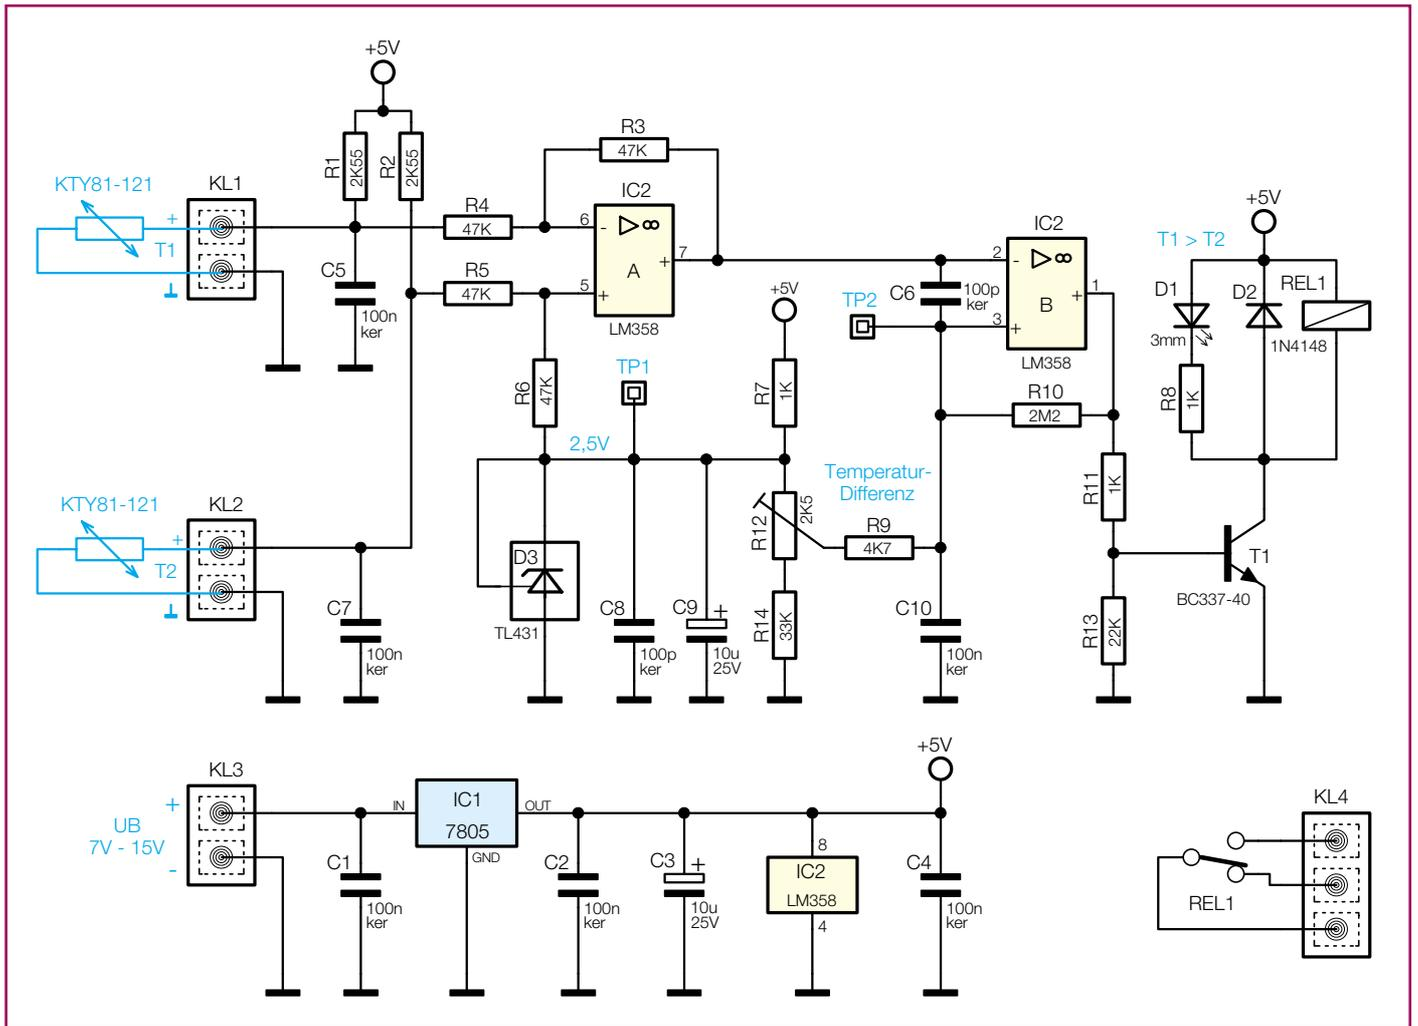

Bild 1: Schaltbild des Temperaturdifferenz-Schalters
Das Schaltbild des Temperaturdifferenz-Schalters ist in Abbildung 1 zu sehen. Die Spannungsversorgung der Schaltung erfolgt über die Anschlussklemme KL 3. Die Spannung kann in einem Bereich von 7 V bis 15 V (DC) liegen. Mit dem Spannungsregler IC 1 wird hieraus eine stabile Spannung von 5 V erzeugt.